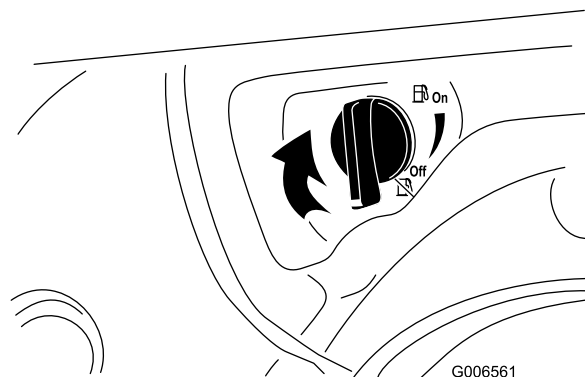

Bild 28
- Schließen Sie den Kraftstoffhahn durch Drehen nach rechts (Bild 28).